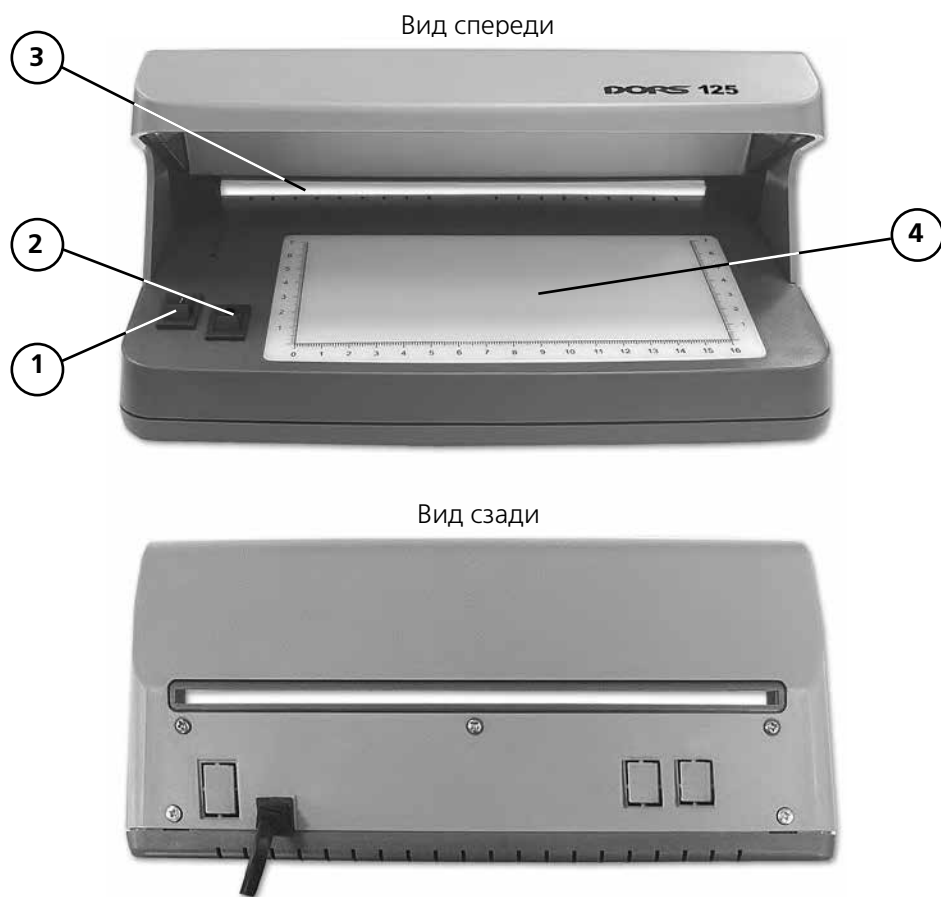
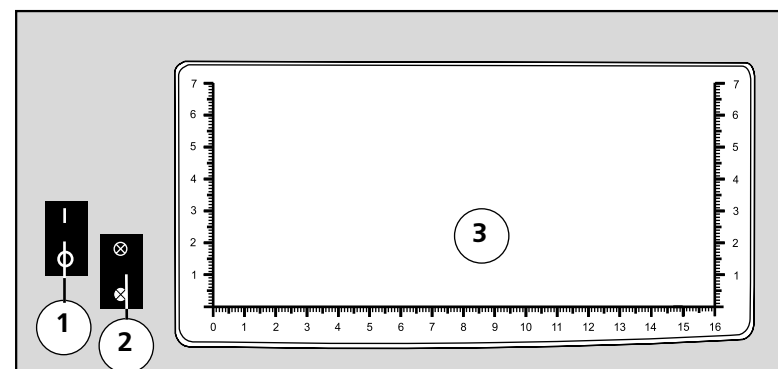

Рис. 1
Рис. 2.
1. Подключите детектор к сети (220 В, 50 Гц). Включите детектор нажатием клавиши выключателя «Сеть» на передней панели (рис. 1, поз. 1) – просмотрная зона (рис. 2, поз. 3) осветится синим или белым светом, в зависимости от положения переключателя "УФ/белый свет".
2. Расположите одну или несколько банкнот на передней панели детектора в просмотрной зоне (рис. 2, поз. 3).
детектора (рис. 2, поз. 2) выберите необходимый режим работы: